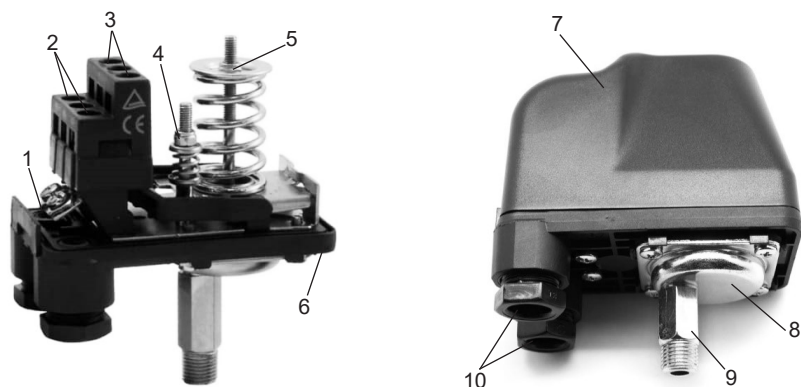

рис. 1
2.4 Схематичный вид реле представлен на рис.1:
- открутив крепёжный винт, снять защитную крышку (рис.1 поз.7);
- вращением гайки (рис.1 поз.5), удерживающей пружину, по часовой стрелке – увеличивается верхний (2,8 атм.)/нижний (1,4 атм.) уровни давления (против часовой – уменьшается);
- вращением гайки, удерживающей пружину (рис.1 поз.4), по часовой стрелке – увеличивается нижний (1,4 атм.) уровень давления (против часовой – уменьшается).
Пример: Необходимо увеличить до 3,6 атм. давление отключения насоса, оставив давление включения прежним – 1,4 атм. Вращением гайки (рис.1 поз.5) по часовой стрелке, увеличиваем давление отключения насоса до 3,6 атм., при этом на такую же величину (0,8 атм.) увеличится и давление включения насоса. Для восстановления давления включения насоса – 1,4 атм., вращаем гайку (рис.1 поз.4) против часовой стрелки.